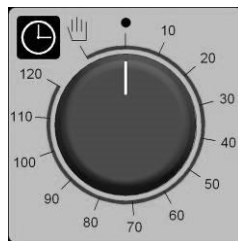

Рис. 1
**Программирование времени приготовления** – Запуск в работу печи осуществляется поворачивая рукоятку программирующего устройства (Рис. 1) в соответствии с символом 🕒 (постоянная работа) или в соответствии с временем, выбранным для приготовления (вплоть до 120 минут); во втором случае конец приготовления отмечается автоматическим выключением печи.